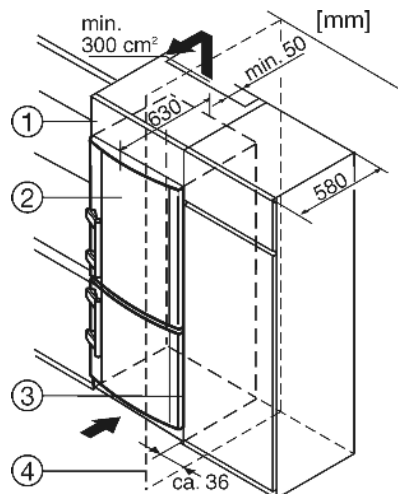

Fig. 8
- (1) Дополнительный шкафчик
- (2) Устройство
- (3) Кухонный шкаф
- (4) Стенка
Устройство может быть окружено предметами кухонной обстановки. Чтобы уравнивать устройство Fig. 8 (2) по высоте с кухонной стенкой, можно установить над устройством соответствующий дополнительный шкафчик Fig. 8 (1).
При комбинировании с обычными кухонными шкафами (глубиной макс. 580 мм) устройство можно установить непосредственно рядом с кухонным шкафом Fig. 8 (3). Дверца устройства выступает по сторонам на 34 мм и по центру устройства на 50 мм относительно передней стенки кухонного шкафа. Поэтому ее можно свободно открывать и закрывать. Важно для вентиляции:
Если устройство установлено на шарнирах у стены Fig. 8 (4), то расстояние между устройством и стеной должно быть не менее 36 мм. Настолько выступает ручка при открытой дверце.